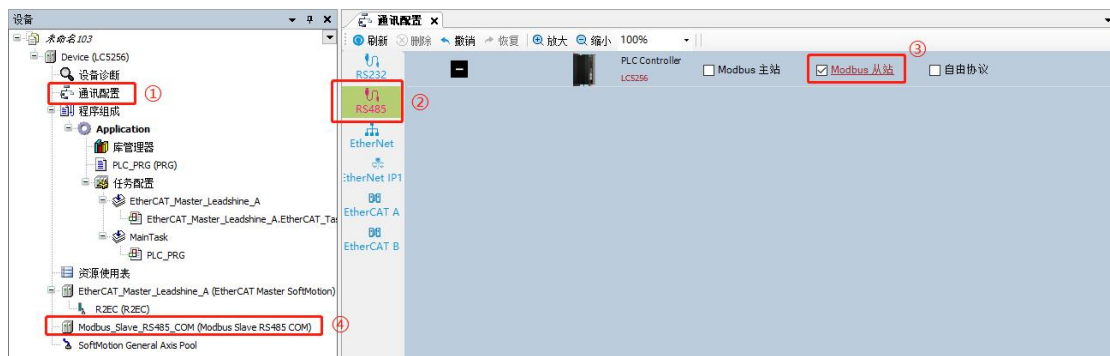

图 12.21 使能 PLC 作为 Modbus RTU 从站
鼠标双击网络组态中的“Network Configuration”，如图 12.21 所示，单击 PLC 设备，弹出所支持的通信协议的使能窗口。勾选“Modbus 从站”，使能后，变为红色。Modbus 从站使能后，左侧树中，出现了对应的通信配置，如图 12.21 中④处所示“Modbus_Slave_RS485_COM”。